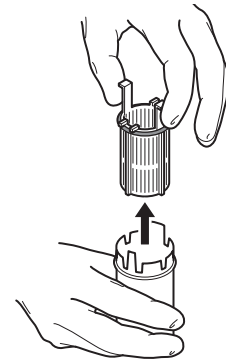

Abbildung 10 Filter aus dem Sammelrohr entfernen
2. Den Filter aus dem Sammelrohr entfernen, um die Probe zu entnehmen (Abbildung 10).